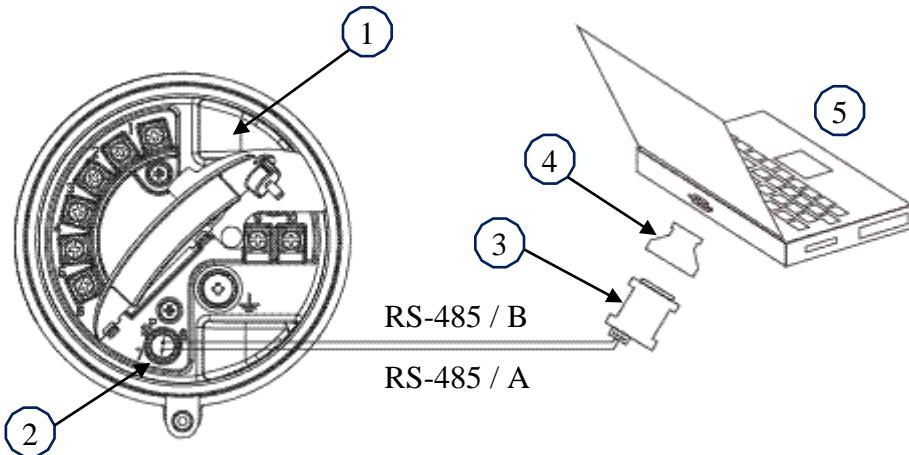

Figure 2. Accessing parameters using ProLink software: |
- ProLink: First the end-cap on the terminal compartment is removed (Figure 2). Then the plastic safety cover is opened to access terminals 7 and 8. A personal computer with ProLink
- ProLink : Il faut ouvrir le couvercle du port de service pour accéder aux ports 7 et 8 après avoir enlevé le couvercle d'embout du compartiment de câblage (Figure 2). Un ordinateur personnel